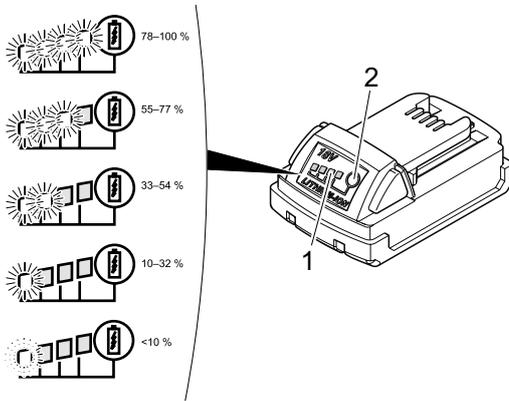

Abb. 9: Prüfen des Akkuladestatus
► Drücken Sie die Taste (Abb. 9/2).
Die Anzahl der leuchtenden LEDs (Abb. 9/1) zeigt den Ladezustand an. Eine blinkende LED zeigt einen Ladezustand von weniger als 10 % an.